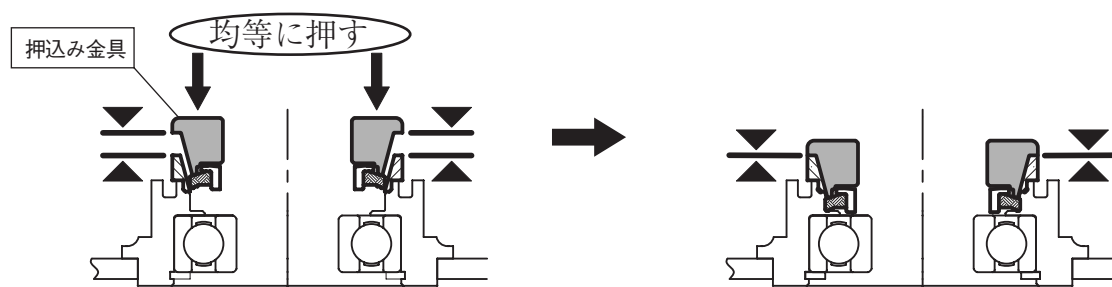

図 5
- (2) 押込み金具をシールに当て、そのままシールドガイド2に当たるまで手で強く押込みます。（図5）